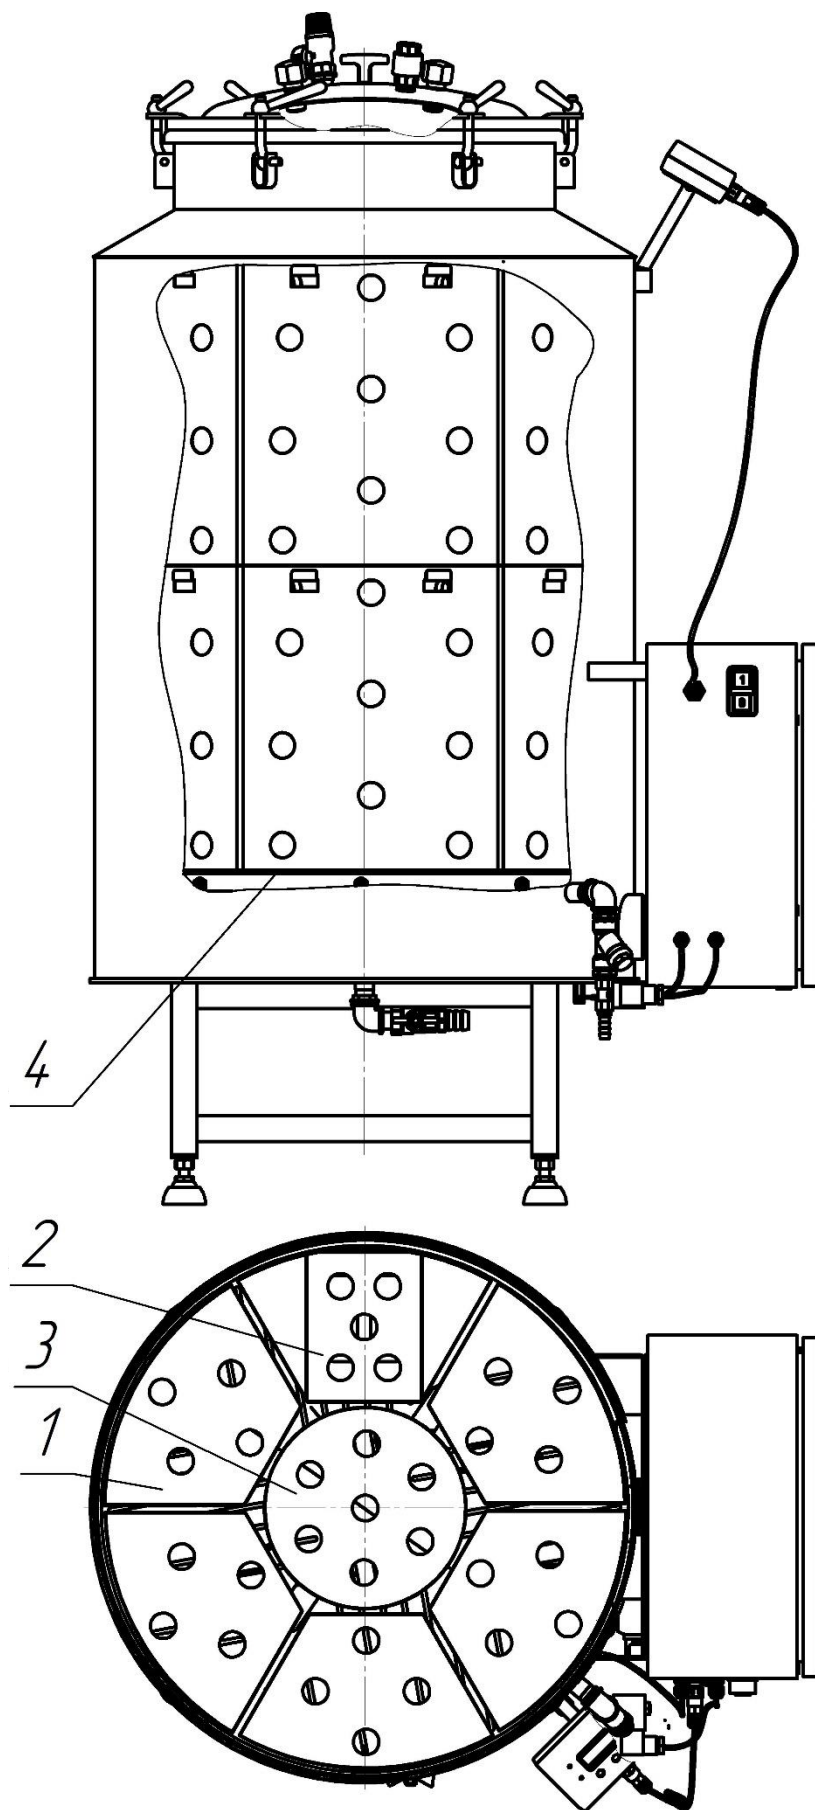

Рис. 2. Автоклав в сборе с корзинами
1.1.3.1 Схема установки корзин (приобретаются по особому заказу) в автоклаве показана на рис.2.
Поместить банки на фальшдно поз. 4 (рис. 2), или в корзины поз. 1, 2 и 3
Для более удобного погружения реторт-пакетов в автоклав предусмотрено использование корзин рис.2. Уложить реторт-пакеты в корзины, заполняя ими не более чем на $\frac{3}{4}$ от объема корзины во избежание деформации корзины и повреждения реторт-пакетов, так как в процессе стерилизации пакеты могут раздуваться. Нижний ярус корзин установить согласно рис. 2, а именно - 6 корзин поз. 1 (рис. 2) установить по кругу выдержав зазор между корзиной, стенкой корпуса и соседними корзинами 1 см. на фальшдно поз 4, а корзину поз 3 установить по центру. Верхний ярус заполнить сначала пятью корзинами поз. 1 установленными так же по окружности, завести корзину поз. 2, а затем по центру установить корзину поз. 3.
Для более удобного погружения и вынимания приготавливаемых продуктов в автоклав предусмотрено использование корзин рис.2. Уложить упаковки с продуктами в корзины, заполняя ими не более чем на $\frac{3}{4}$ от объема во избежание деформации корзины и повреждения упаковки, так как в процессе приготовления упаковка с приготавливаемыми продуктами могут раздуваться. Нижний ярус корзин установить согласно рис. 2, а именно - 6 корзин поз. 1 (рис. 2) установить по кругу выдержав зазор между корзиной, стенкой корпуса и соседними корзинами 1 см. на фальшдно поз 4, а корзину поз 3 установить по центру. Верхний ярус заполнить сначала пятью корзинами поз. 1 установленными так же по окружности, завести корзину поз. 2, а затем по центру установить корзину поз. 3.